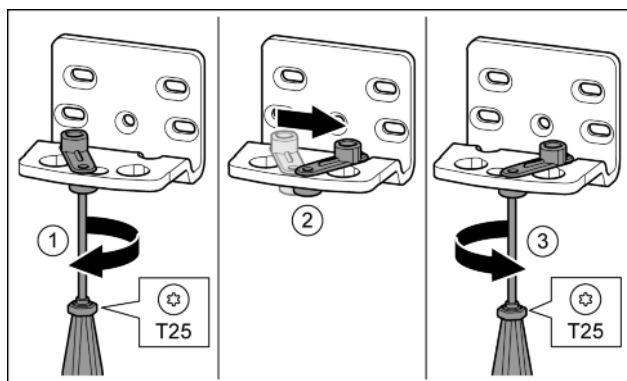

Fig. 16*
- Отпустить винт отверткой T25.* Fig. 16 (1)
- Приподнять фиксатор двери и, повернув на 90° вправо, вставить в отверстие.* Fig. 16 (2)
- Затянуть винт отверткой T25.* Fig. 16 (3)